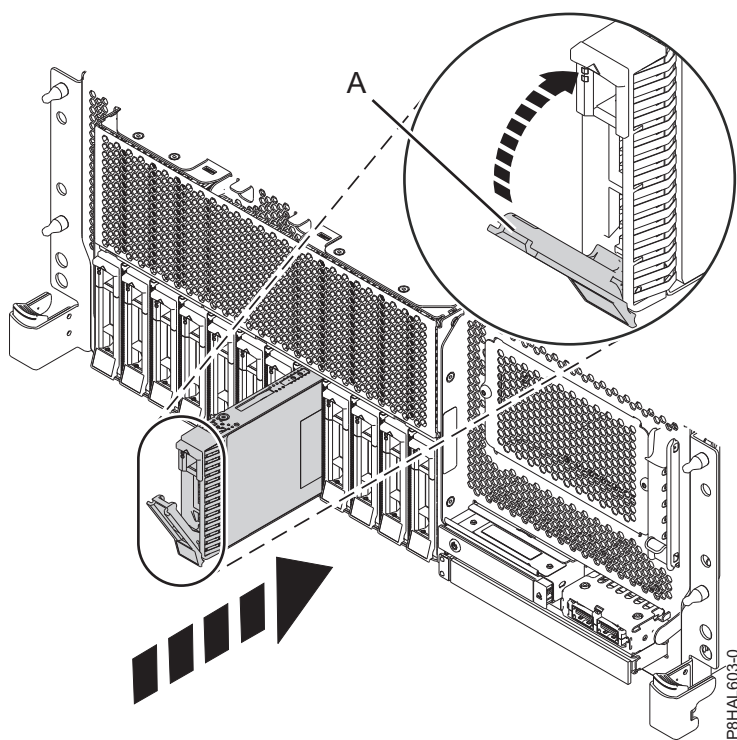
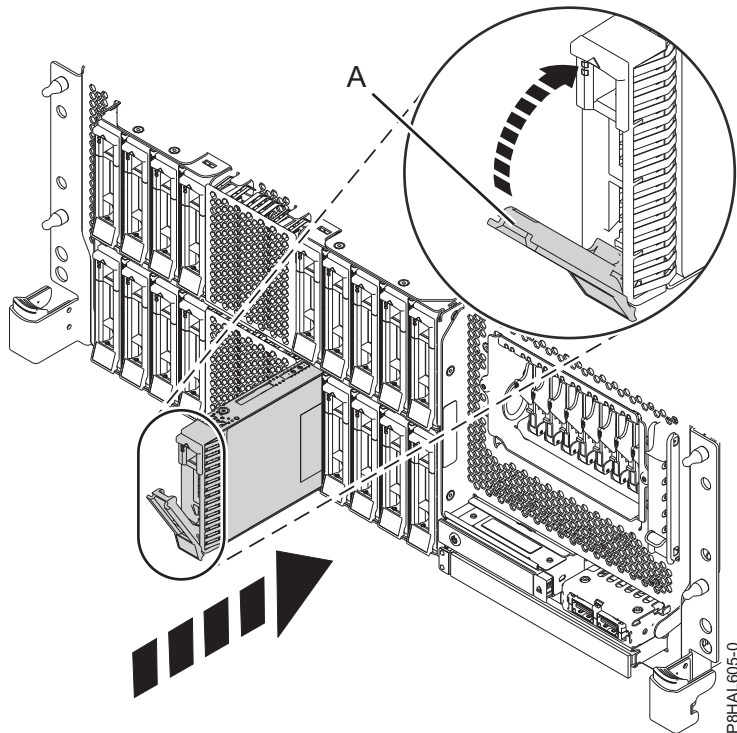
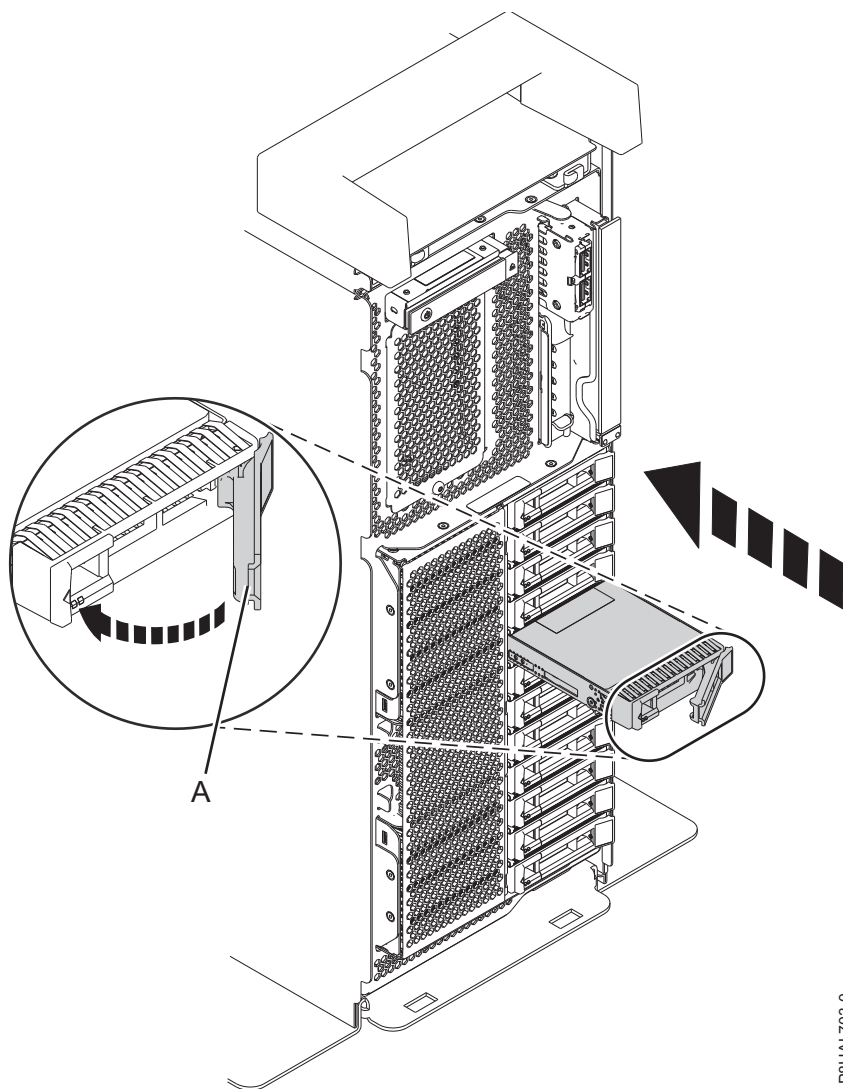
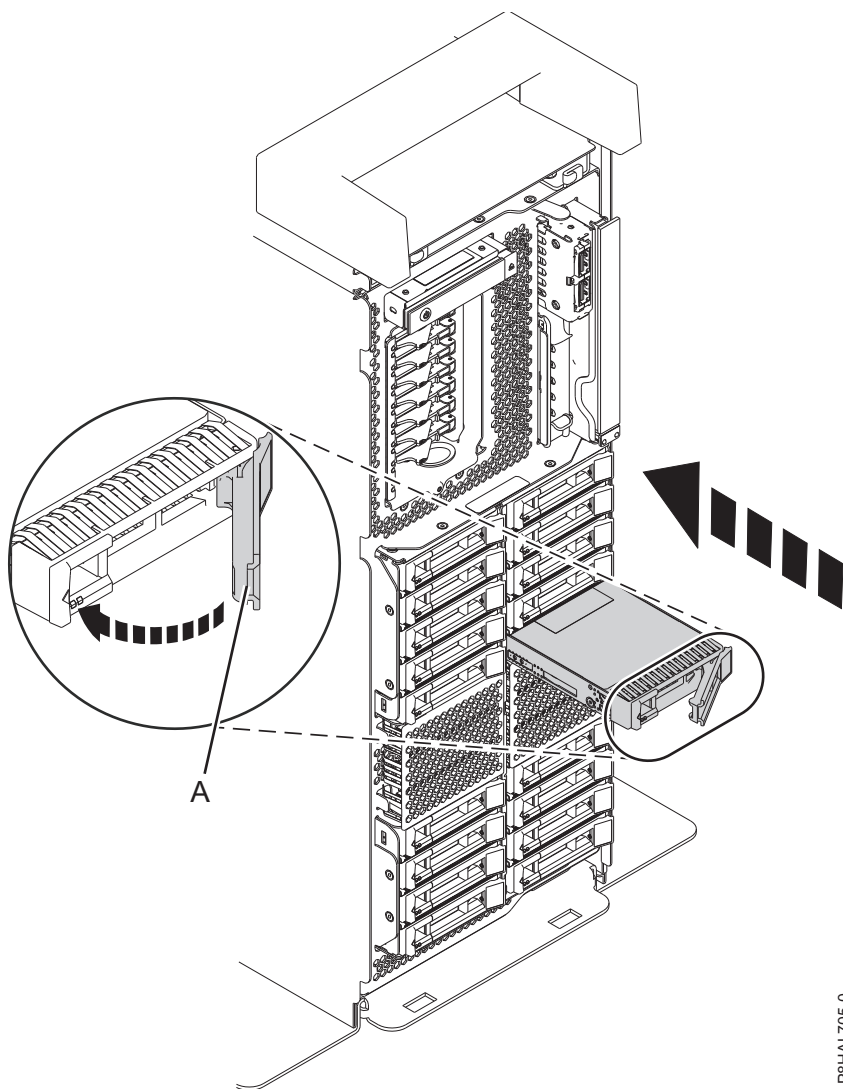

Figura 107. Substituir uma unidade de disco num sistema de função base montado em bastidor
Figura 108. Substituir uma unidade de disco num sistema de função expandida montado em bastidor
Figura 109. Substituir uma unidade de disco num sistema de função base autónomo
Figura 110. Substituir uma unidade de disco num sistema de função expandida autónomo
4. Desbloqueie a pega do compartimento de unidade (**A**) apertando-a e puxando-a para fora. Se a pega não estiver completamente fora, a unidade não deslizará para dentro do sistema. Consulte a Figura 107 na página 122, Figura 108 na página 122, Figura 109 na página 123 e a Figura 110 na página 124.
9. Quando o LED identificador permanece ligado, deslize a unidade completamente para o sistema e empurre a pega da unidade (**A**) até bloquear, como mostrado na Figura 107 na página 122, Figura 108 na página 122, Figura 109 na página 123 e Figura 110 na página 124.